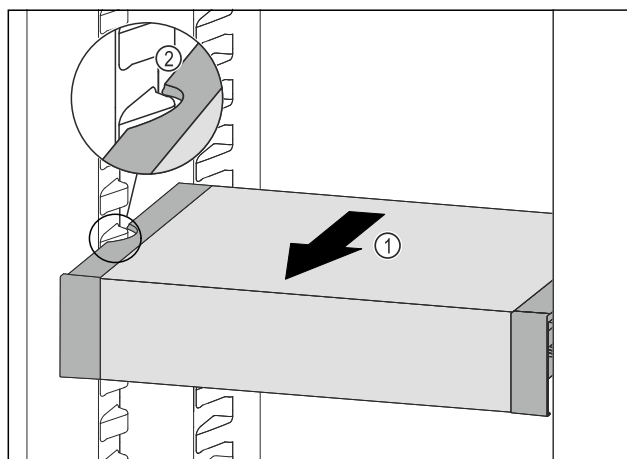

Fig. 144
- Táhněte VarioSafe dopředu Fig. 144 (1), dokud nebudou boční vybrání VarioSafe na úrovni žebrování na nádoby v chladničce. Fig. 144 (2)